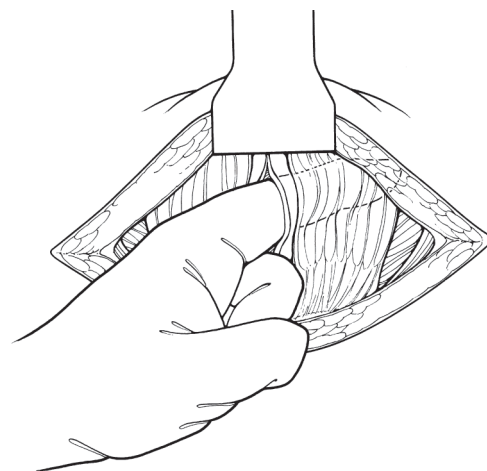

Figura 4-8. Separar a linea alba
10. Faça uma incisão suprapúbica, divida a fáscia do reto transversalmente e use um movimento de espalhamento para separar a linea alba para chegar ao espaço pré-vesical. (**Figura 4-8**)